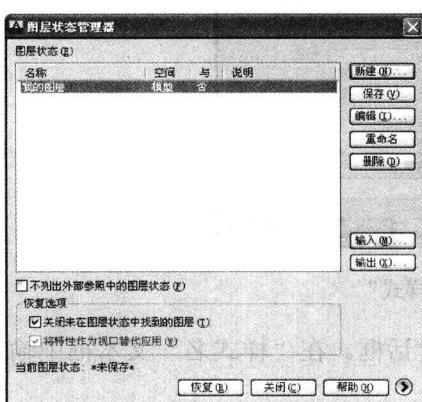

图 1-10 “图层状态管理器”对话框
3. 在“新图层状态名”文本框中输入图层状态的名字“我的图层”，在“说明”文本框中输入说明文字“自定义图层”，单击“确定”按钮，回到“图层状态管理器”对话框，对话框中原先灰掉的按钮全部亮显，如图 1-10 所示。